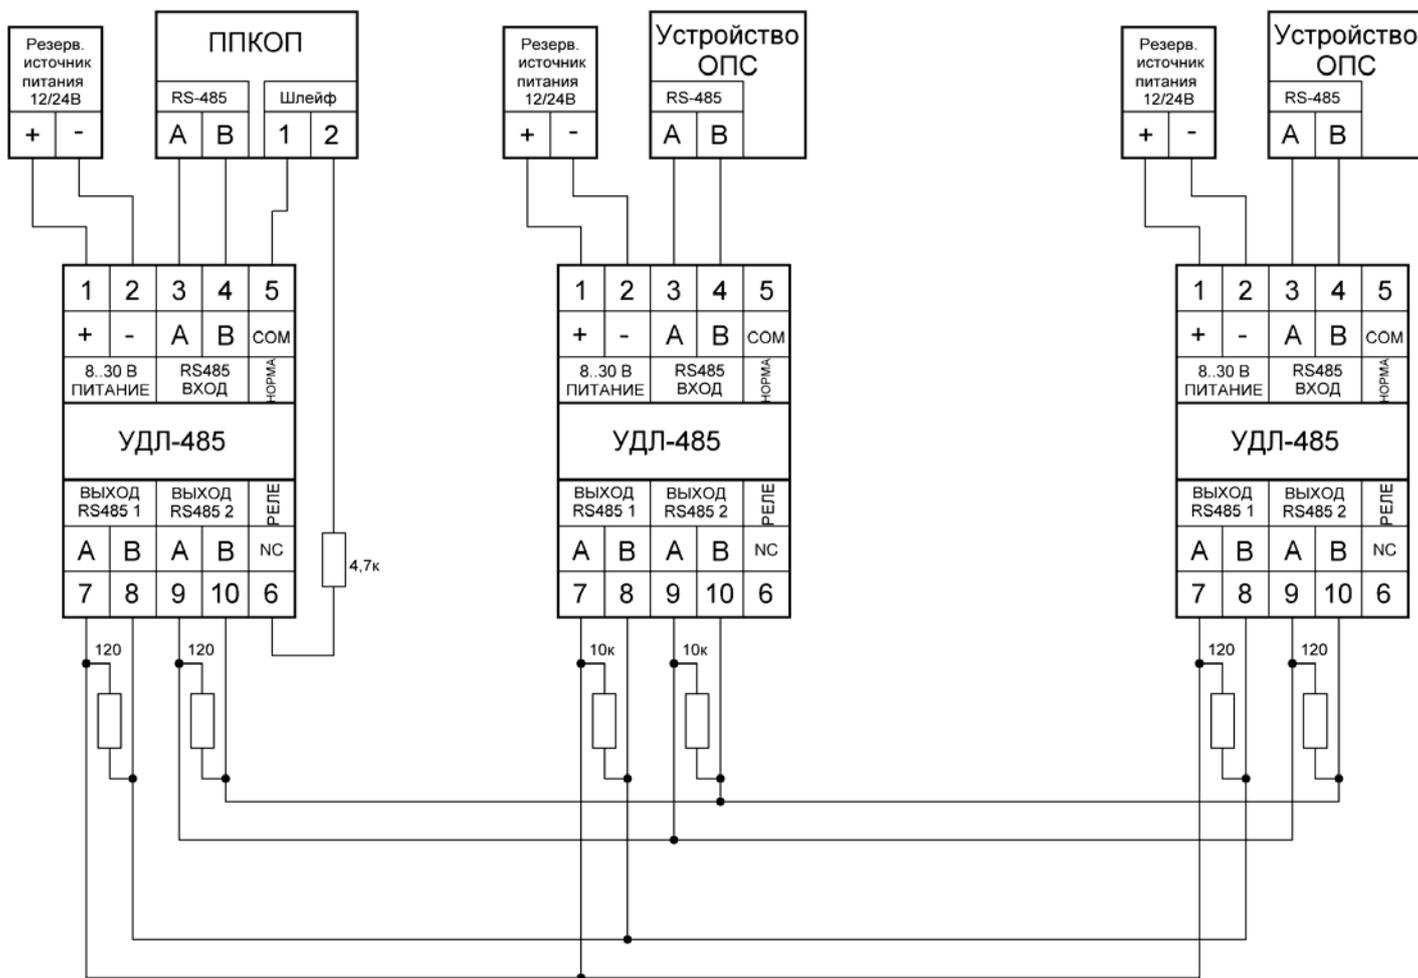

Рис. 2. Схема подключения УДЛ-485.
7.2 Произвести подключение устройств по схеме согласно **рис.2**. Для монтажа линии связи RS-485 следует использовать витой кабель с волновым сопротивлением 120 Ом. При длине линии связи более 10м рекомендуется использовать экранированный витой кабель с волновым сопротивлением 120 Ом. Экран кабеля следует подключить к защитному заземлению **только с одного конца**.
В случае необходимости контроля целостности линии связи следует подключить выход устройства «РЕЛЕ НОРМА» к технологическому шлейфу сигнализации согласно схеме на **рис.2**.
**Примечание.** Для корректной работы УДЛ-485 на каждом выходе интерфейса связи должны быть установлены **нагрузочные резисторы сопротивлением 10 кОм ±5%, а на оконечных устройствах в линии вместо них оконечные резисторы сопротивлением – 120 Ом ±5%. (см. рис.2.)**